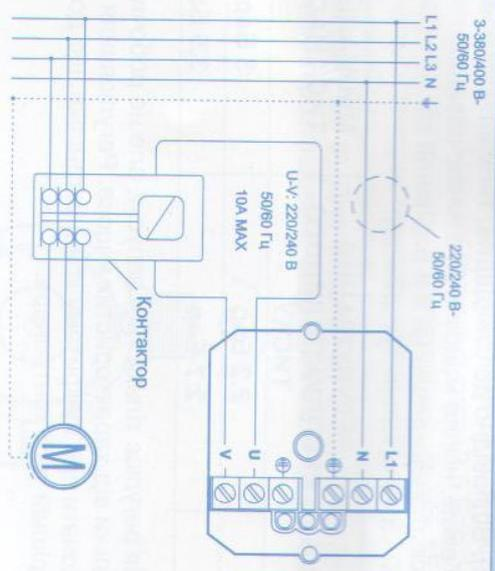

Рис. 9
Контролер також може використовуватися для трифазних або однофазних насосів із силою струму більше 10А за допомогою допоміжного контакту. У цьому випадку, з'єднання необхідно виконати у відповідності до схеми, яка показана на Рис. 9.
- г) Неправильне електричне з'єднання на електронній платі (2) – перевірте з'єднання відповідно до Рис. 9.
- б) Насос заблокований. Горить світлодіод (FAILURE) (ЗБИЛ) і ввімкнулася система безпеки. При натисканні на ручний перемикач запуску (RESET) (ПОВТОРНИЙ ЗАПУСК) загоряється світлодіод (ON) (ВКЛЮЧЕНО), але насос не працює – проконсультуйтеся з Вашим фахівцем з сервісного обслуговування.